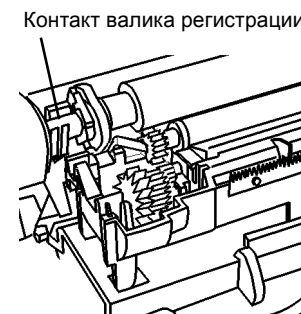

Рисунок 7 Контакт валика регистрации
- б. Подсоедините красный щуп мультиметра к контакту валика регистрации (Рисунок 7).